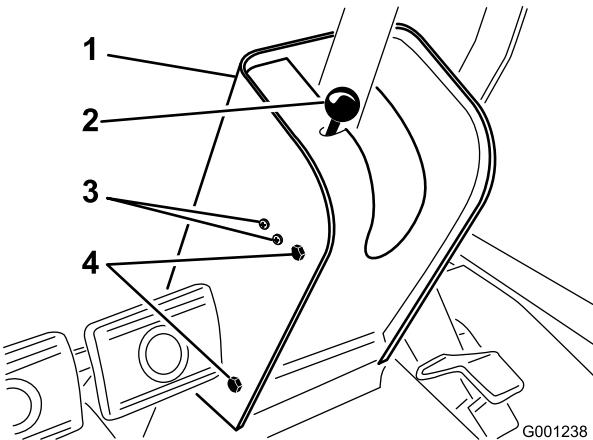

Figura 61
2. Retire o botão da barra do travão de mão e os parafusos da cobertura da coluna de direcção (Figura 61).
4. Desaperte os parafusos e porcas que fixam o interruptor do travão de mão ao lado esquerdo da coluna de direcção (Figura 61).